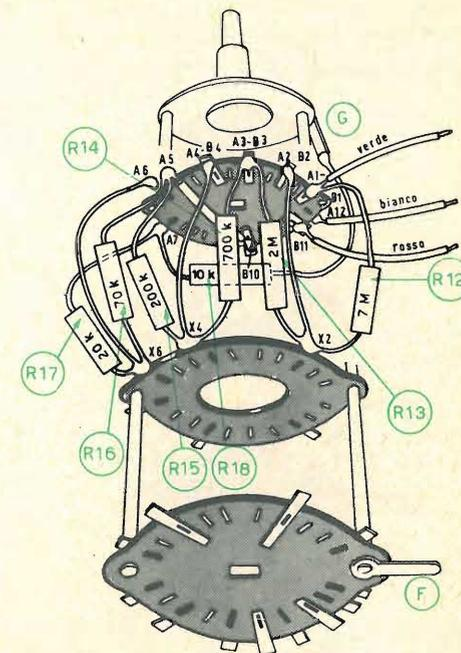
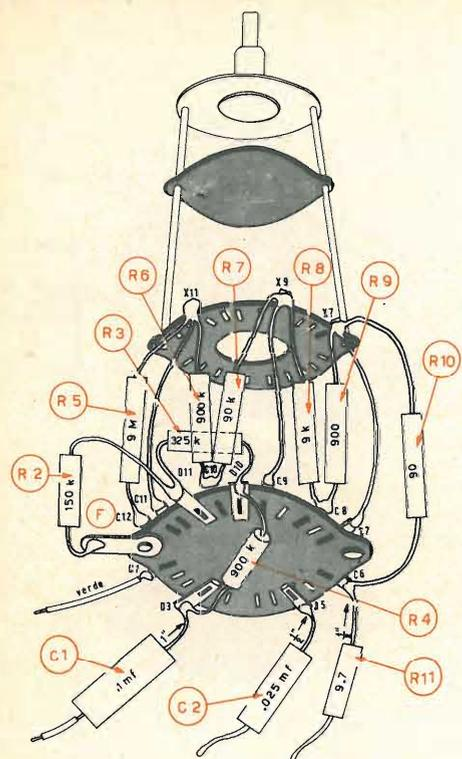

Fig. 4 - Particolare del cablaggio del commutatore di portata, S2.
Fig. 5 - Particolare del cablaggio del commutatore di portata, S2, visto dal lato opposto a quello della fig. 4.
**Attenzione.** Prima di iniziare le connessioni dei resistori su S2 si osservi attentamente la fig. 4 e si noti l'orientamento della linguetta "F" dell'ultimo settore. Ciò è importantissimo in quanto garantisce l'esatta interpretazione del disegno ad opera del tecnico e lo pone al riparo da un sicuro insuccesso consentendogli di identificare con sicurezza i contatti sul commutatore che ha sotto gli occhi.
1) Connettere uno spezzone di filo isolato tra A5 (C) e B10 (S). (Si noti che la parte A del selettore è la più prossima al frontale dello strumento).
2) Connettere uno spezzone di filo nudo da A6 (S) a X6 (C). La designazione X si riferisce al settore del commutatore S2 che ha solo la funzione di sostenere i terminali di ancoraggio.
3) Connettere uno spezzone di filo nudo da A4-B4 (S) a X4 (C). Si noti che quando viene usata una doppia designazione (es. A4-B4) ciò significa che i due terminali del commutatore citati, sono elettricamente connessi tra di loro mediante il rivetto che li fissa al settore.
4) Connettere uno spezzone di filo nudo da A2-B2 (S) a X2 (C).
5) Connettere il resistore da  $10 \text{ k}\Omega$  R18 dal terminale di massa « G » (S) ad A7 (C).
6) Connettere il resistore da  $20 \text{ k}\Omega$ , R17, da A7 (S) a X6 (C).
7) Connettere il resistore R16 da  $70 \text{ k}\Omega$  da X6 (S) ad A5 (C).
8) Connettere il resistore R15 da  $200 \text{ k}\Omega$  da A5 (S) a X4 (C).
9) Connettere il resistore R14 da  $700 \text{ k}\Omega$  da X4 (S) ad A3-B3 (C).
10) Connettere il resistore R13 da  $2 \text{ M}\Omega$  tra A3-B3 (S) e X2 (C).
N.B. 1 - Si osservi che il commutatore S2 in fig. 5 è stato ruotato in modo che appaia ora il lato che era opposto, in fig. 4, all'osservatore. Infatti lo si vede guardando la linguetta « F » che si è spostata in direzione opposta. Si ponga quindi la dovuta attenzione a questo fatto prima di continuare il cablaggio.
1) Connettere uno spezzone di filo nudo tra C11 (S) e X11 (C).
8) Connettere il resistore R9 da 900  $\Omega$  da C8 (S) a X7 (C).
9) Connettere il resistore R10 da 90  $\Omega$  tra X7 (S) e C6 (C).
10) Connettere il resistore R11 da 9,7  $\Omega$  a C6 (S).
11) Connettere il resistore R2 da 150 k $\Omega$  tra il terminale di massa « F » del commutatore, (S), e D11 (C).
12) Connettere il resistore R3 da 325 k $\Omega$  tra D11 (S) e D10 (C).
13) Connettere il resistore da 1 W, R4, (900 k $\Omega$ ) tra D10 (S) e D3 (C).
14) Connettere il condensatore da 0,1  $\mu$ F, C1 a D3 (S).
15) Connettere il condensatore C2 da 0,025  $\mu$ F a D5 (S).
16) Connettere 7,5 cm di filo verde a C1 (S).
N.B. 3 - Se il commutatore di portata S2 (N° 60024) inserito nella scatola di montaggio ha un settore ceramico, si potrà facilmente riconoscere che i contatti relativi sono leggermente spostati dalla posizione mostrata in fig. 4 e 5. Questo non costituisce un difetto, ma deriva dal fatto che il settore ceramico è stato previsto per un maggiore numero di posizioni che non il settore originale fenolico.